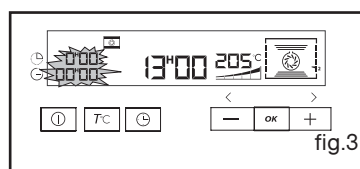

fig.3
- el indicador de duración de cocción y 0:00 parpadea (fig.3),